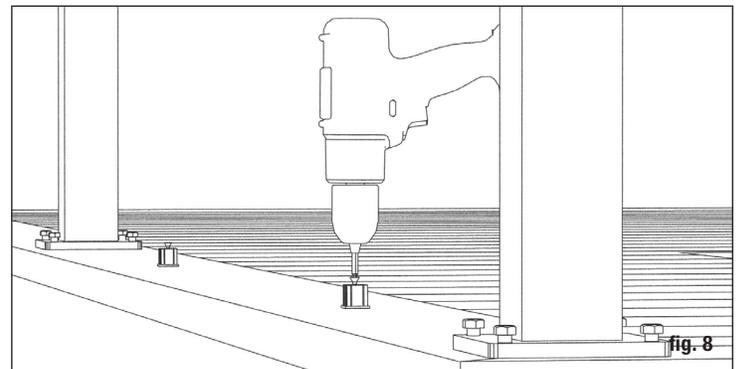

fig. 8
Paso 6: Fije los soportes del riel a los conectores del bloque de soporte. Marque la ubicación del soporte del riel en la superficie de la plataforma y conecte el otro conector del soporte del riel a la plataforma con el tornillo incluido (fig. 8).